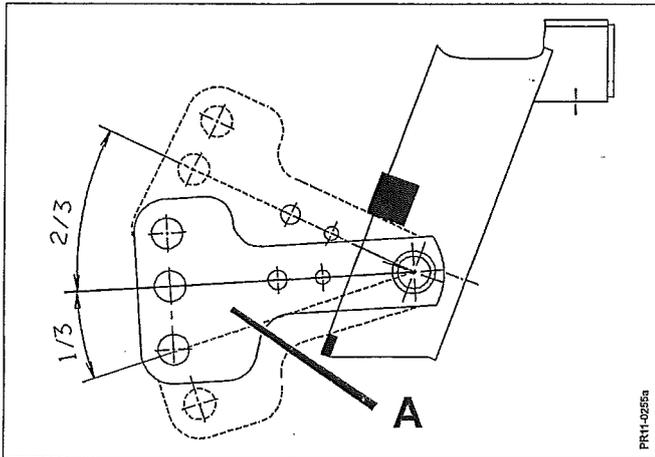

Fig. 2-7
- Fig. 2-7 c) Die Fähigkeit der optimalen Boden Anpassung ist erreicht, wenn die Kippvorrichtung **A** sich $1/3$ nach unten und $2/3$ nach oben bewegen kann.